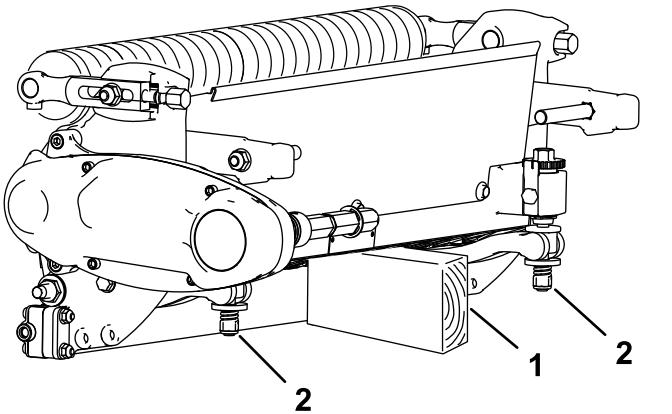

Figura 11
- Con la unidad de corte retirada de la máquina, apoye la parte trasera de la unidad de corte para asegurarse de que las tuercas en el extremo de los tornillos de ajuste de la barra de asiento no estén apoyadas en la superficie de trabajo (Figura 11).